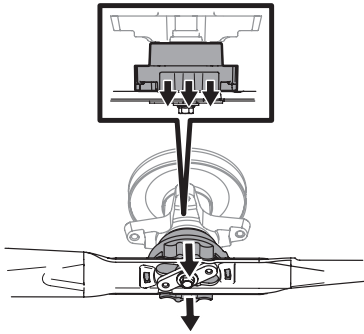

Figura 50
6. Cuando la cuchilla esté correctamente trabajada en su lugar, se escuchará un clic. Consulte la Figura 50.